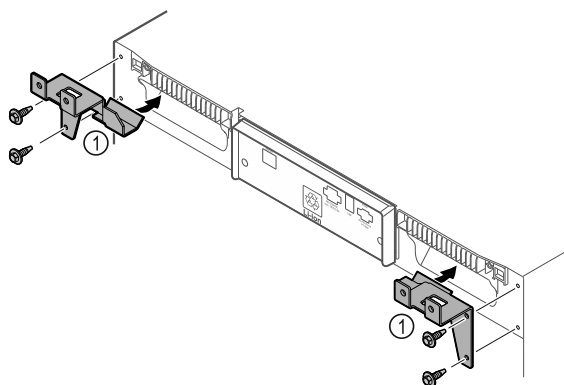

Fig. 8
- ▶ Monér holdedelene Fig. 8 (1) på apparatet med de medfølgende skruer.